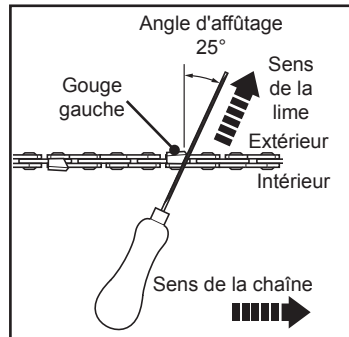

Fig. 24
5. Limer perpendiculairement au guide-chaîne, à un angle de 25° par rapport au sens du mouvement (Fig. 24).